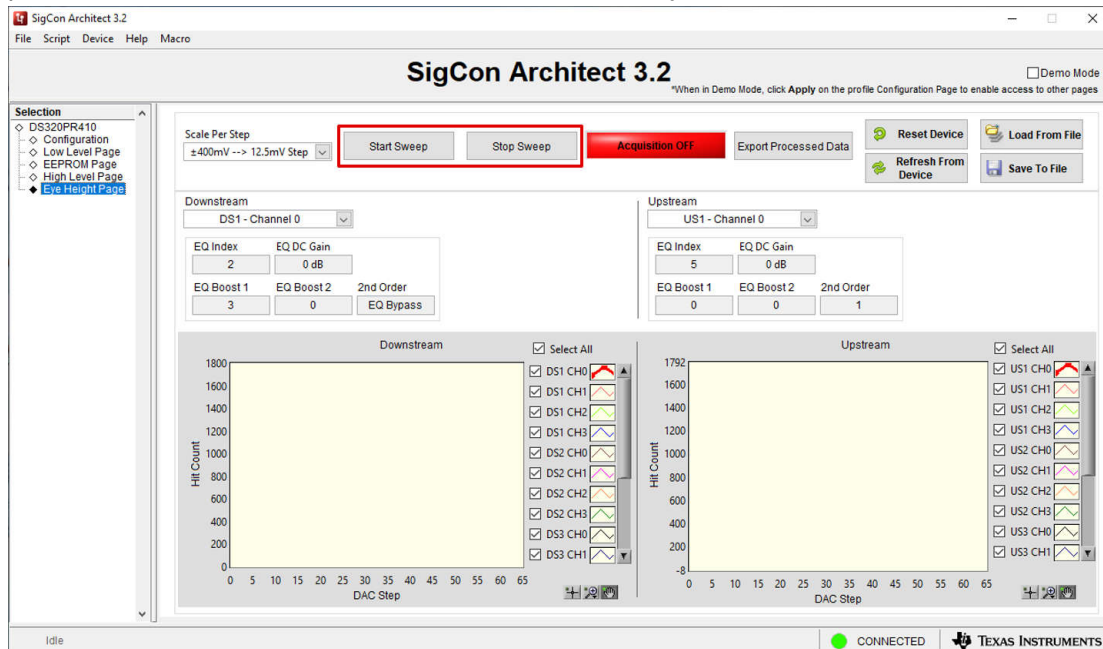
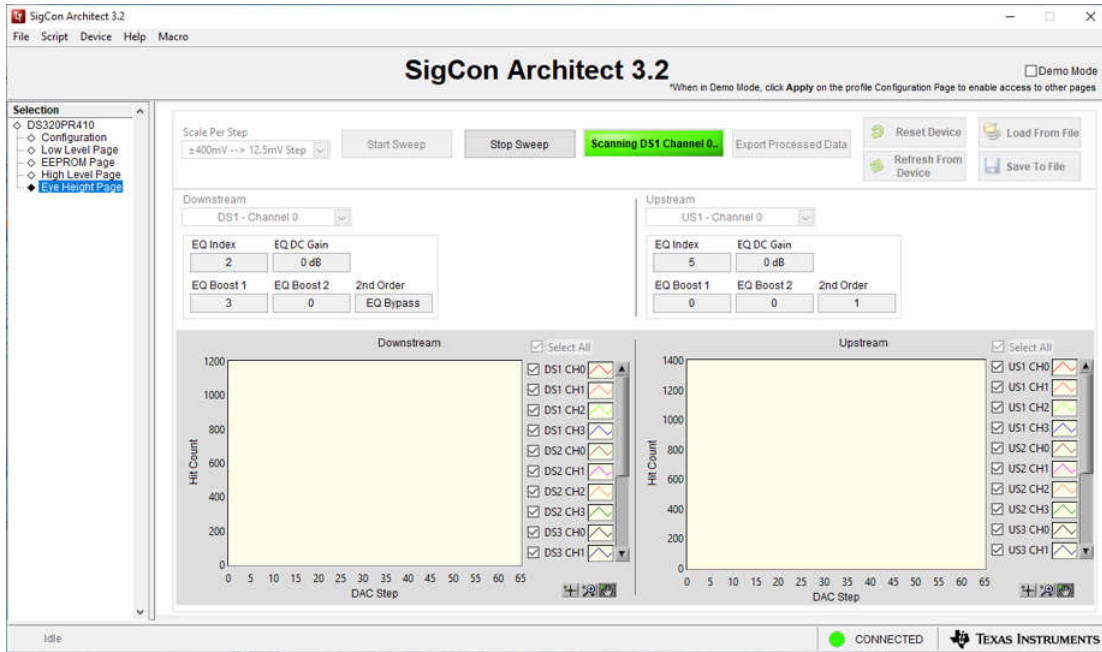

图 6-3. 眼高页面：开始扫描和停止扫描
图 6-4. 眼高页面：正在进行的
- 点击 *Start Sweep* 按钮开始 *EyeScan* 图捕获。转接驱动器使用已编程的转接驱动器 EQ 设置为每个选择的通道自动捕获 *EyeScan*，并在 *Downstream* 和 *Upstream* 图中显示结果。可以在页面上的红色和绿色状态指示框中找到扫描状态，如图 6-4 所示。点击 *Stop Sweep* 按钮可取消当前 *EyeScan* 扫描。请注意，点击 *Stop Sweep* 按钮会结束捕获并绘制到取消点为止捕获的所有通道 *EyeScan* 结果。图 6-3 突出显示了这些按钮。